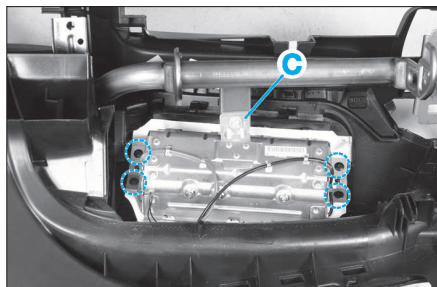

FIG. 9
• Déposer les quatre vis de fixation maintenant le module d'airbag sur la planche de bord (Fig.9).